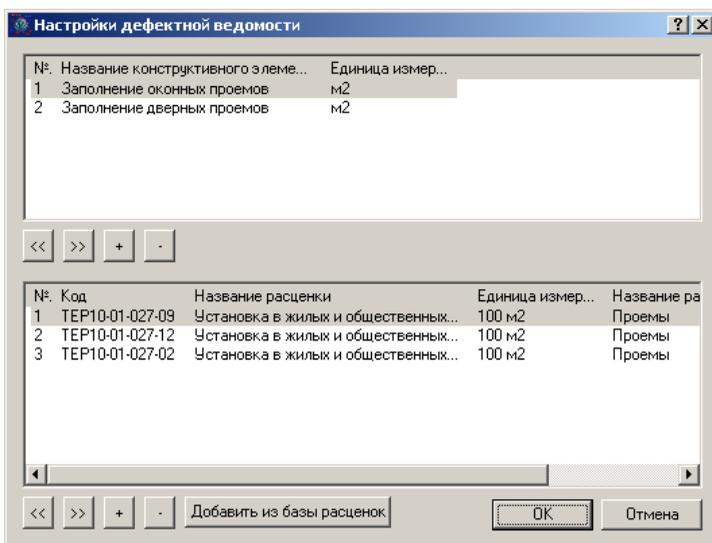

Рис. 4.68 Диалоговое окно «Настройки дефектной ведомости».
1. На вкладке **СПРАВОЧНИКИ** выполните команду **Комплексы работ дефектной ведомости**. Откроется диалоговое окно «*Настройки дефектной ведомости*» (Рис. 4.68).